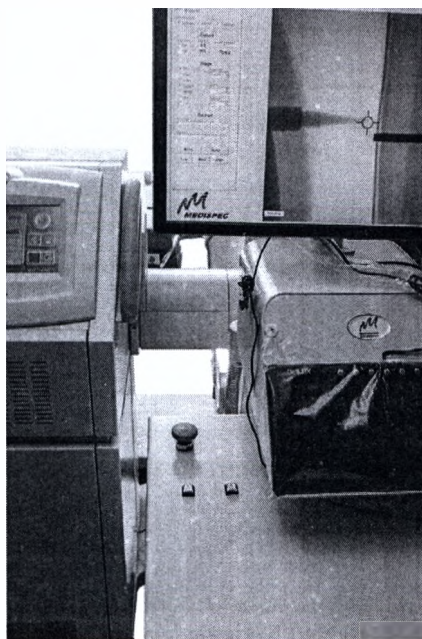

Рисунок 2-2. Аварийный выключатель и кнопки наклона рычага
- Аварийный выключатель и кнопки наклона рычага (Рисунок 2-2)
Поперечный наклон – моторизированное перемещение посредством ПО рентгеновской системы и/или кнопок, регулирующих наклон (Рисунок 2-2).